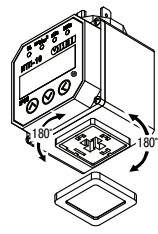

Рисунок 6 – Разворот прибора
- для разворота прибора в горизонтальной плоскости следует с помощью отвертки извлечь розетку из нижней части корпуса и развернуть на необходимый угол (см. *рисунок 6*);